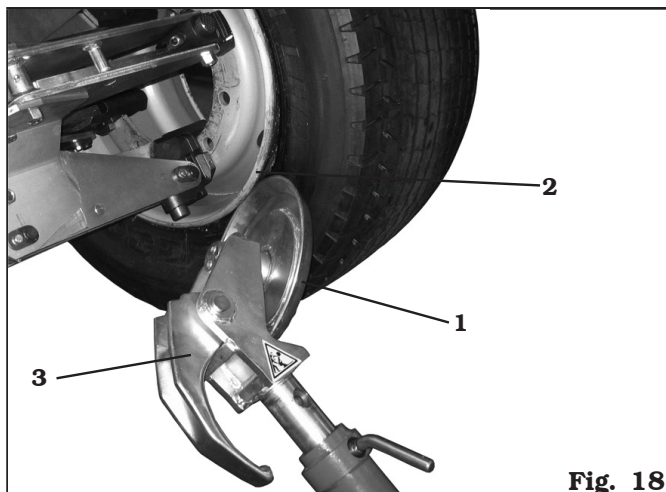

Fig. 18
H. Girar de 180° la cabeza porta útiles como indicado en el relativo párrafo, para disponer el disco destalonado (**Fig. 18 ref. 1**) contra el borde de llanta (**Fig. 18 ref. 2**).